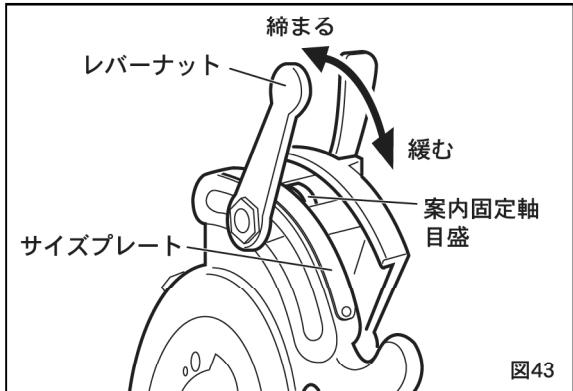

図43
①ダイヘッドのレバーナットを緩め、案内固定軸の目盛をねじ切りを行うパイプサイズに合わせてから、再度レバーナットを締付けます。（図43）